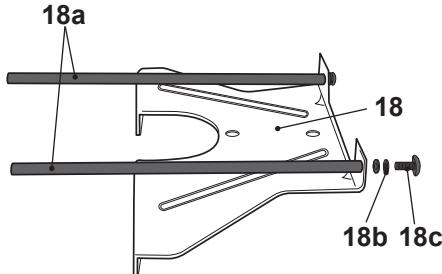

Fig. 7
- > Aliniaţi filetul pe vârful tijei (18a) la orificiul de montaj de pe ghidajul paralel (18).
- > Fixaţi conexiunea cu șaiba elastică (18b) şi șurubul (18c) utilizând o surubelnită în cruce adecvată (Fig. 7).